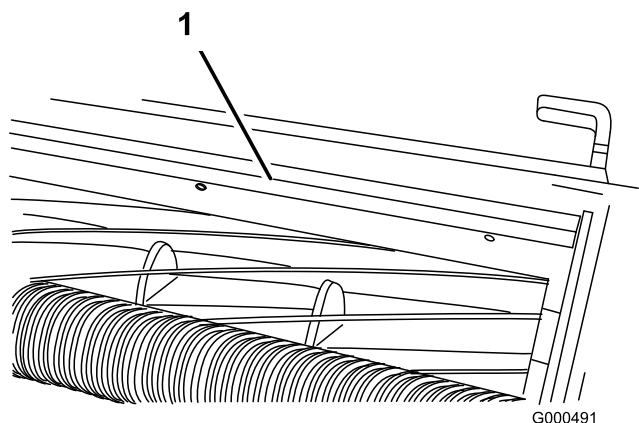

図 57
1. バー（図 57）をカッティングユニットに固定しているネジをゆるめる。